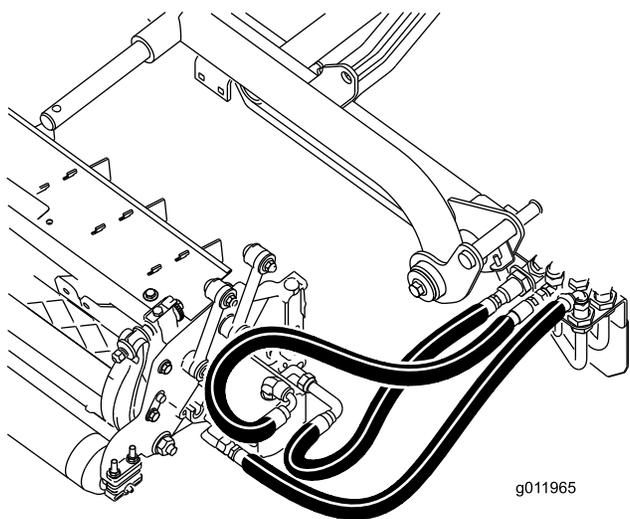

Рисунок 22
**Внимание:** Убедитесь, что шланги не перекручены и не имеют резких изгибов, а также, что шланги заднего режущего блока проложены, как показано на (Рисунок 22). Поднимите режущие блоки и сместите их влево (модель 03171). Шланги заднего режущего блока не должны соприкасаться с кронштейном тягового троса. При необходимости измените положение фитингов и/или шлангов.